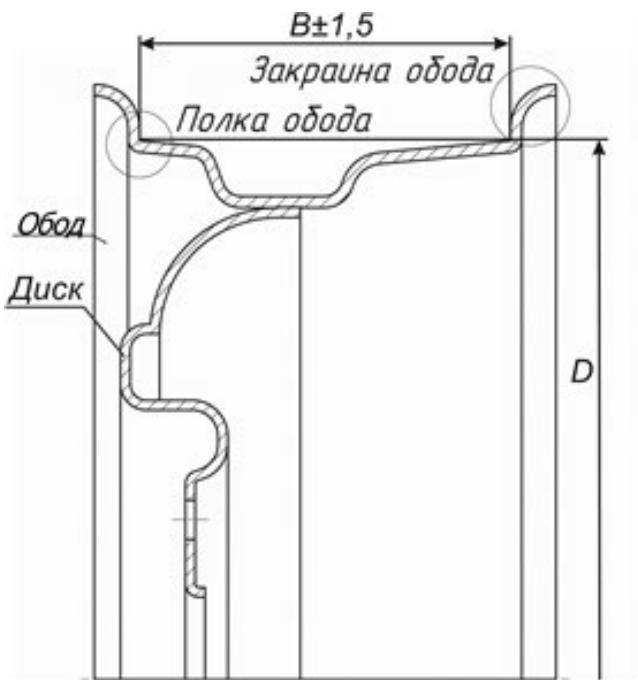

Рисунок 1.1 - Поверхности обода, подлежащие реставрации
1.1 Стенд для правки автомобильных дисков, модель «Титан ST/16», далее по тексту «стенд», предназначен для реставрации деформированных закраин и полок ободьев колес легковых автомобилей шириной 4...6,5 дюймов и диаметром 12...16 дюймов (рисунок 1.1). Закраины и полки обода реставрируются с помощью дископравного устройства, описанного в разделе 4 настоящего руководства по эксплуатации.
ВНИМАНИЕ! Диск колеса см. рисунок 1.1 реставрации не подлежит.